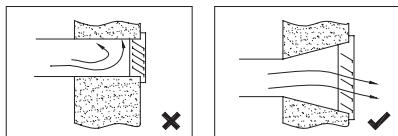

Рис. 4. Форма выпускной решетки
- (3) Стенки воздуховодов должны быть ровными, чистыми и не иметь складок.
- (4) Сопротивление воздушных решеток в помещении должно быть как можно меньше. Рекомендуется устанавливать в помещении прямоугольные алюминиевые диффузоры или двухслойные решетки (размером не меньше, чем 200×200 мм). Если со стороны улицы используются решетки с защитой от осадков, их размер должен быть в 3–4 раза больше площади сечения присоединенного воздуховода, форма направляющих решеток должна способствовать потоку воздуха (Рис. 4).